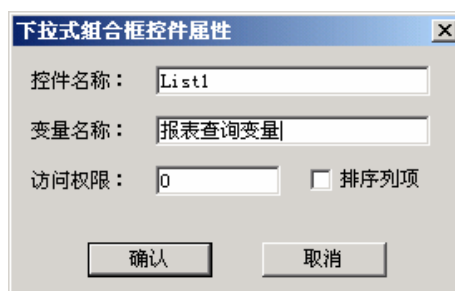

图 8-14
- 5、选择工具箱中的  工具, 在画面上插入一“下拉式组合框”控件, 控件属性设置如图 8-14 所示: